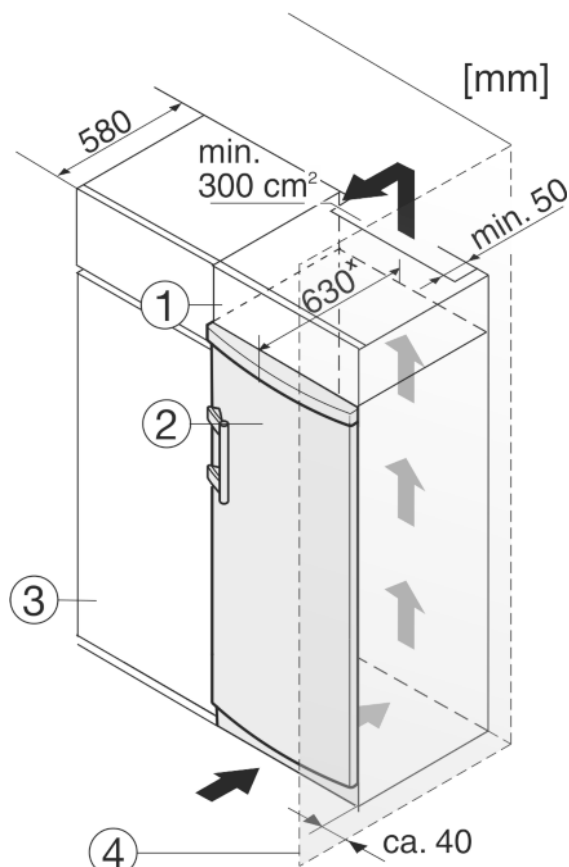

Fig. 11
- (1) Nástavná skřínka
- (2) Přístroj
- (3) Kuchyňská skřín
- (4) Stěna
Spotřebič lze zabudovat do kuchyňských skříní. K vyrovnání spotřebiče *Fig. 11 (2)* na výšku kuchyňské linky lze na přístroj nasadit nástavec *Fig. 11 (1)*.
Při montáži do kuchyňských skříní (hloubka max. 580 mm) lze přístroj instalovat hned vedle kuchyňské skříně *Fig. 11 (3)*. Přístroj přesahuje přední stěnu kuchyňské skříně na stranách o 34 mm * a uprostřed o 50 mm *.
Když se přístroj instaluje závěsy vedle stěny *Fig. 11 (4)*, musí být vzdálenost přístroje od stěny alespoň 40 mm. To odpovídá přesahu madla při otevřených dvířkách.